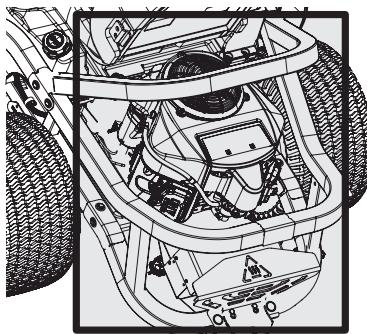

Figura 25
- Mantenga ambos lados de las ranuras de refrigeración de la transmisión, el colector de escape, alrededor de los fusibles, todo el cableado y los arneses de cables, el tubo del silenciador, el protector del silenciador, los filtros de admisión del motor y las aletas de refrigeración, etc., libres de residuos de pasto y hojas (Figura 25).